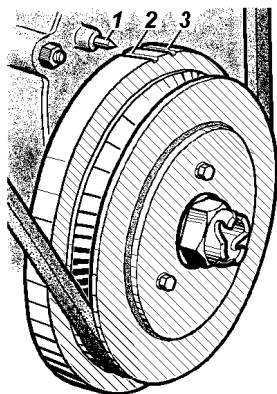
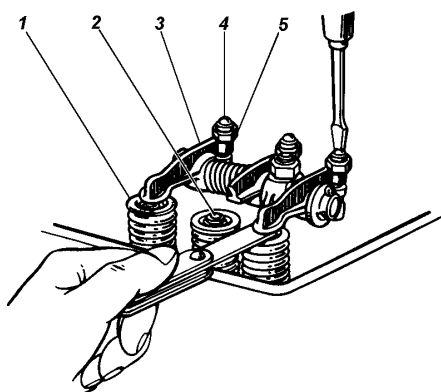

Рис. 4.13. Установочные метки на шкиве-демпфере
Рис. 4.14. Регулировка зазора между коромыслом и
- установите поршень первого цилиндра по метке на шкиве-демпфере коленчатого вала (рис. 4.13) в ВМТ при такте сжатия и щупом проверьте зазор между коромыслами и 1, 2, 4, 6 клапанами. При неправильном зазоре с помощью регулировочного винта установите зазор по щупу (рис. 4.14), после чего, поддерживая отверткой регулировочный винт, затяните контргайку и проверьте правильность зазора;